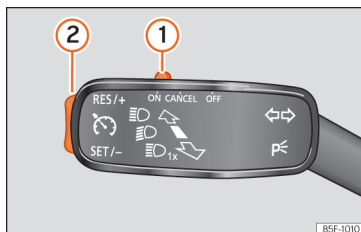

Abb. 222 Am Blinkerhebel: Bedienelemente zur Bedienung der GRA.
- Schieben Sie den Schalter » Abb. 222 ① bis ON.
- Drücken Sie die Taste » Abb. 222 ② im Bereich SET/–.
- Schieben Sie den Schalter » Abb. 222 ① bis CANCEL oder treten Sie auf die Bremse.
- Drücken Sie die Taste » Abb. 222 ② im Bereich RES/+.
Während der GRA-Regulierung kann die gespeicherte Geschwindigkeit mit der Taste » Abb. 222 ② eingestellt werden:
- Um in Schritten von 1 km/h [1 mph] zu erhöhen, drücken Sie kurz die Taste » Abb. 222 ② im Bereich RES/+.
- Um die Geschwindigkeit kontinuierlich zu erhöhen, halten Sie die Taste » Abb. 222 ② im Bereich RES/+ gedrückt.
- Um in Schritten von 1 km/h (1 mph) zu reduzieren, drücken Sie kurz die Taste »» Abb. 222 ② im Bereich **SET/-**.
- Um die Geschwindigkeit kontinuierlich zu verringern, halten Sie die Taste »» Abb. 222 ② im Bereich **SET/-** gedrückt.
- Schieben Sie die Taste »» **Abb. 222** ① auf OFF.